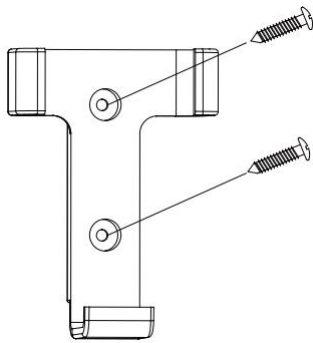

Fig. 12a
1. Wähle Sie eine geeignete Wand, um dort die Wandhalterung der Fernbedienung mit 2 Schrauben anzubringen. (Abb. 12a)